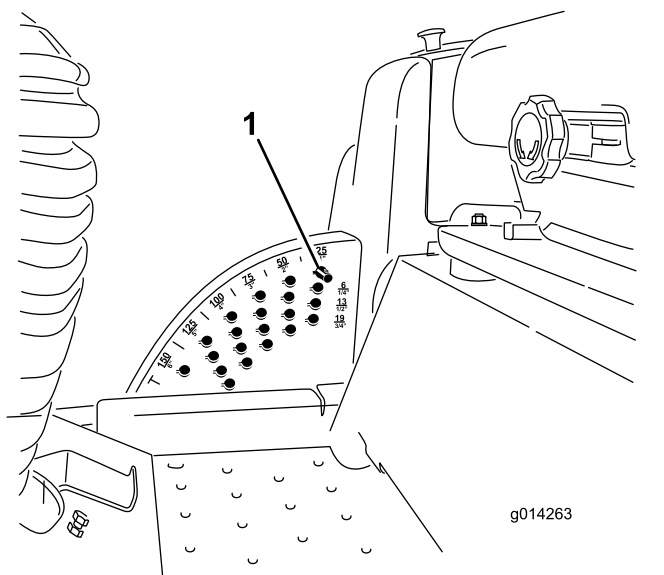

Рисунок 24
полностью, а затем **немедленно отпустите переключатель**, как показано на **Рисунок 24**.
2. Поверните стопорный штифт высоты скашивания так, чтобы его выступы совпали с прорезями в отверстиях кронштейна высоты скашивания, и выньте штифт (**Рисунок 24**).
3. Выберите отверстие в кронштейне высоты скашивания, соответствующее необходимой высоте скашивания, вставьте штифт и, нажимая на него, поверните так, чтобы он зафиксировался в отверстии (**Рисунок 24**).
Примечание: В кронштейне есть четыре ряда отверстий (**Рисунок 24**). Верхний ряд обеспечивает высоту скашивания, указанную над штифтом. Второй ряд обеспечивает указанную высоту скашивания плюс 6 мм. Третий ряд обеспечивает указанную высоту скашивания плюс 12 мм. Нижний ряд обеспечивает указанную высоту скашивания, плюс 18 мм. Для положения 15,8 см имеется только 1 отверстие, расположенное во втором ряду. Это положение соответствует высоте скашивания 15,8 см, и к нему не добавляется 6 мм.